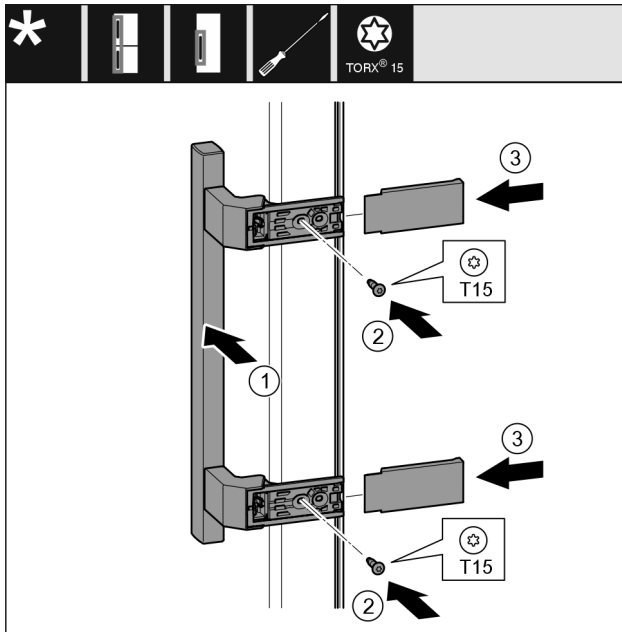

Fig. 19
- ▶ Helyezze fel a fogantyút Fig. 19 (1) a másik oldalra.
- ▶ Húzza meg a csavarokat Fig. 19 (2) csavarhúzóval.
- ▶ Helyezze fel a fedelet Fig. 19 (3) oldalra, és tolja fel őket.